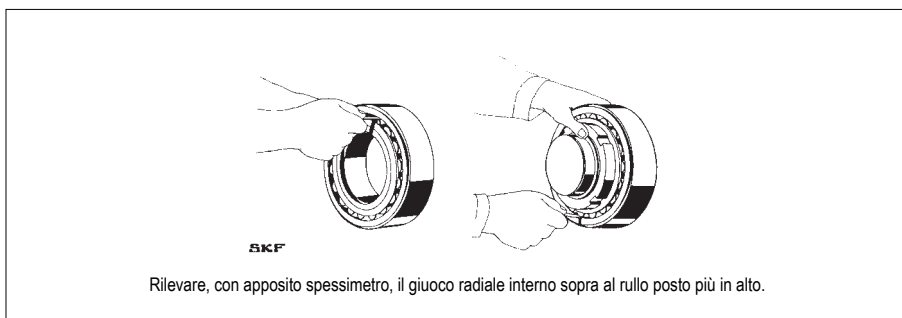
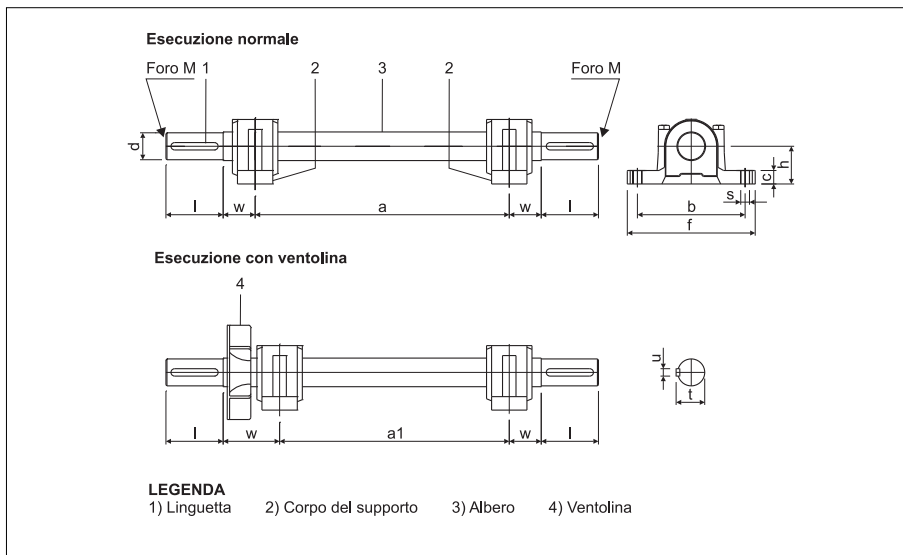

FIG. 23 (Verifica corretto montaggio)
FIG. 24 (Montaggio del ventilatore con trasmissione indiretta con supporti staccati)
(SNL 515 - 516 ...) (FIG. 23/ e FIG. 24/)**
- 8) Togliere i due gusci superiori dei supporti e fissare i cuscinetti all'albero motore elettrico tirando la ghiera. Per verificare il corretto montaggio controllare, con appositi spessimetri (es. SKF) (FIG. 23), che il gioco residuo sia in tolleranza come da ;